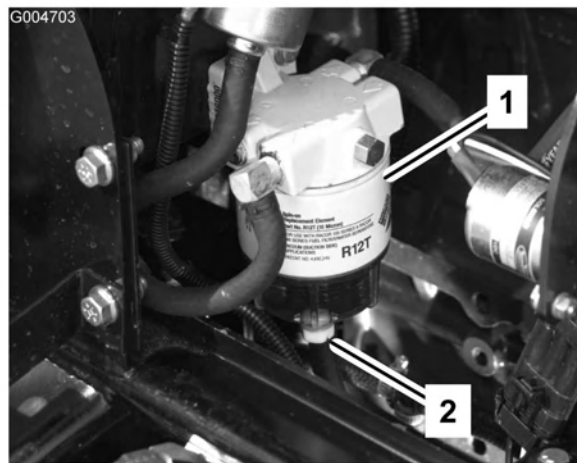

Bild 50
Entleeren Sie Wasser und andere Fremdstoffe täglich aus dem Wasserabscheider (Bild 50).
2. Lösen Sie die Ablassschraube an der Unterseite der Filterglocke (Bild 50). Ziehen Sie anschließend die Schraube wieder fest.